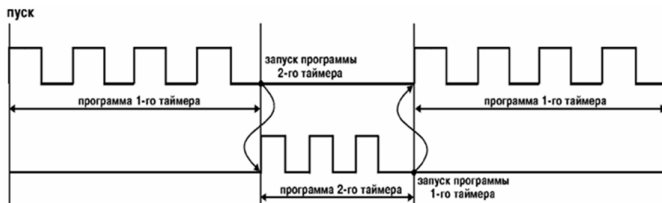

Рисунок 3.20
3.1.7.7 При «rESt» = 6 (установка возможна только при значениях «Inp» = 1, 2 или 3) в случае завершения выполнения программы таймера 1 произойдет запуск или перезапуск таймера 2. В свою очередь завершение выполнения программы таймера 2 приведет к запуску или перезапуску таймера 1 (рисунок 3.20).